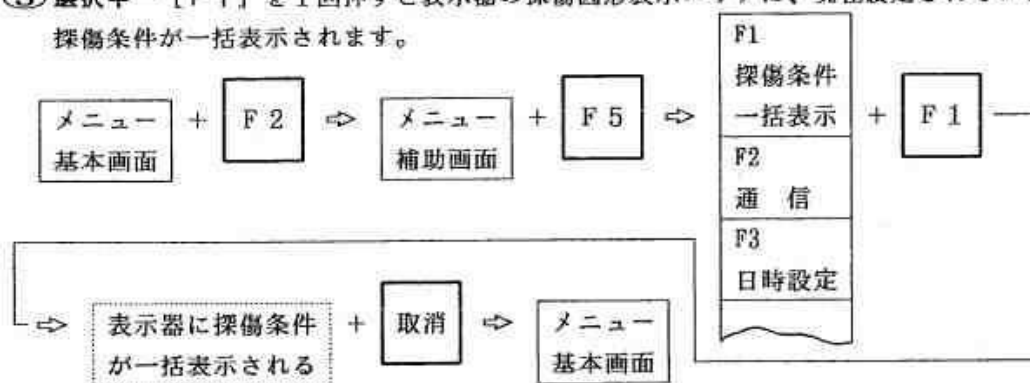

図 6.2.8 全探傷条件の表示と消去方法
〔探傷条件を一括表示させる場合の手順〕 (図 6.2.8参照)
- ① 選択キー [F2] を1回押すとメニュー補助画面がメニューエリアに表示されます。
- ② 選択キー [F5] を1回押すとメニューエリアに図 6.2.8に示す選択メニューが表示されます。
- ③ 選択キー [F1] を1回押すと表示器の探傷図形表示エリアに、現在設定されている探傷条件が一括表示されます。
〔探傷条件の一括表示を消去する場合の手順〕 (図 6.2.8参照)
- ① 表示器に表示されている探傷条件を表示器から消去する時は、図 6.2.8のように取消キーを1回押します。表示器には探傷図形など探傷条件表示の前の図形を表示し、メニュー表示エリアはメニュー基本画面に戻ります。
6.2.2 (6) 通信